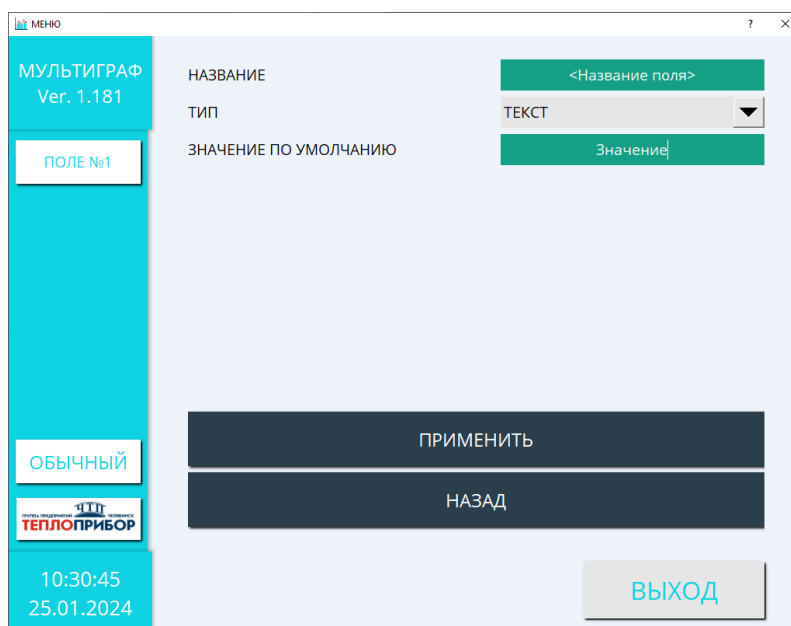

Рисунок 2.49 – Параметры настройки текстового поля
- 2) «ТЕКСТ» - текстовое поле до 23-х символов (рис. 2.49);